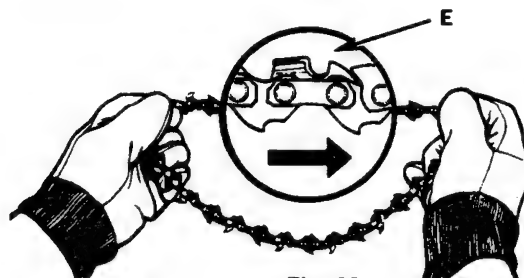

Fig. 20
1. Étendez la chaîne avec les tranchants (E) de la chaîne pointant dans la DIRECTION DE ROTATION (Fig. 20).